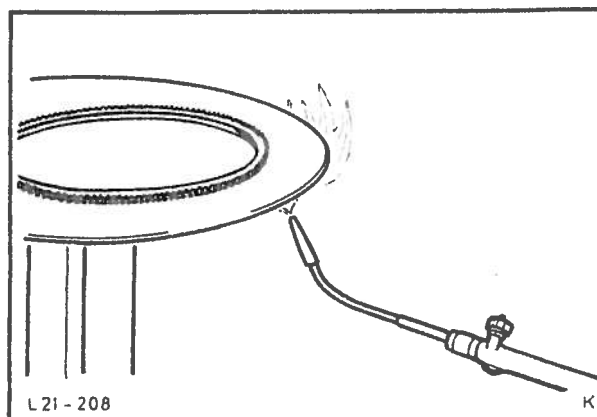

Fig. 163 Oppvarming av tannkrans.
3. Legg den nye tannkransen på en metallplate som er 2 - 3 mm tykk og varm den jevnt opp nedenfra der hvor tannkransen er plassert med en sveise flamme på 260 - 280°C, fig. 163.